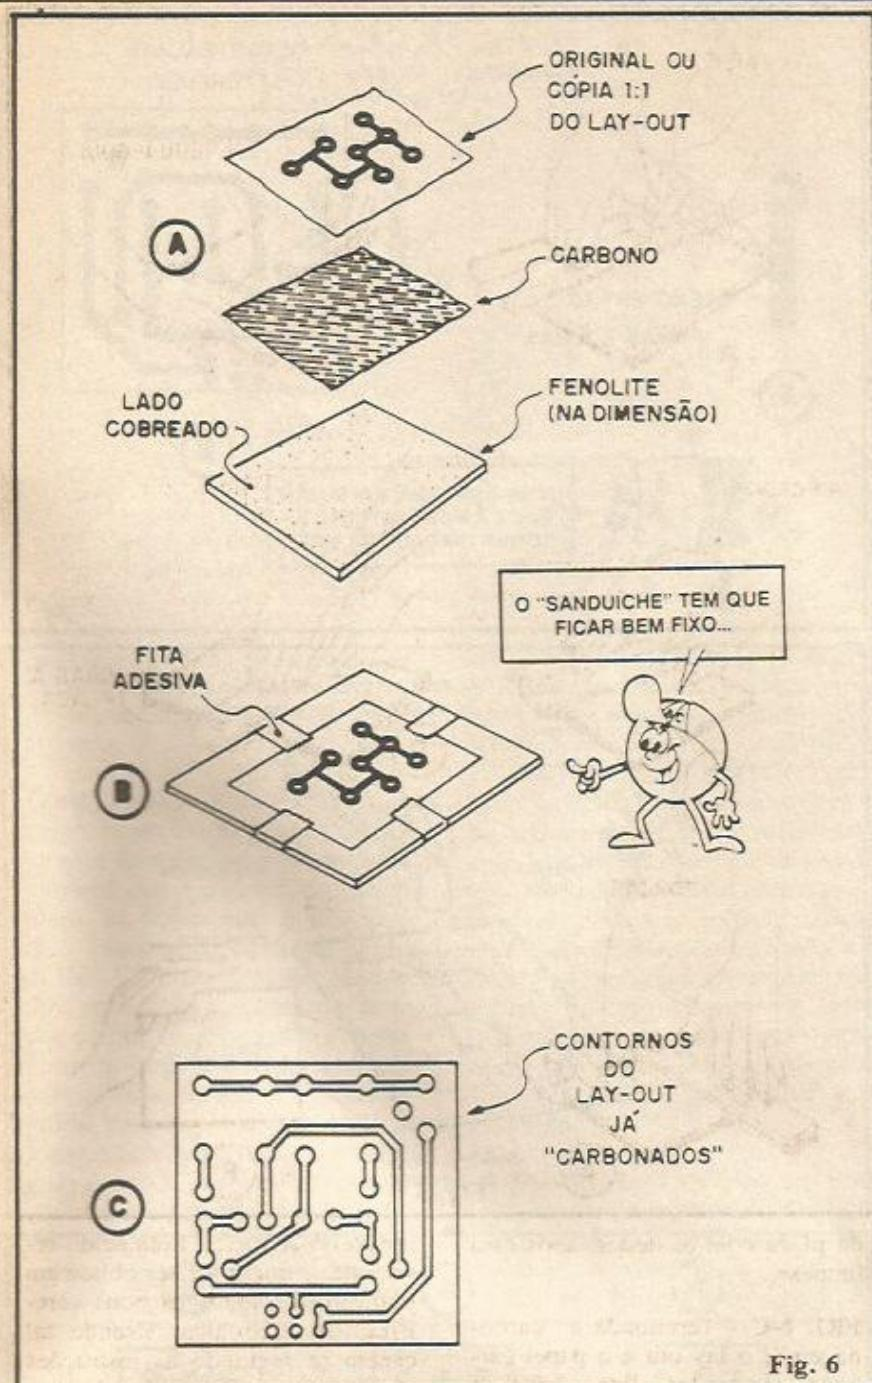

Fig. 6
- FIG. 6-A - Um dos métodos mais práticos e fáceis de "transferir" o lay out (conforme publicado em ABC ou outra fonte...) para a placa... Pode ser usado o original (recortado da Revista) ou, para quem não quer estragar seu exemplar, providenciado uma cópia xerográfica do padrão. Com um pedaço de papel carbono intercalado, o lay out deve ser bem fixado à face cobreada da placa...
- FIG. 6-B - Para que o conjunto não "ande", pedacinhos de fita adesiva devem ser aplicados (ou nos quatro cantos, ou nas quatro laterais do lay out), prendendo o "sandusche". Em seguida, com uma caneta esferográfica, ou lápis de ponta bem afinada, os contornos de todas as ilhas e pistas deve ser demarcado, "seguindo-se" o desenho original com precisão... Se, durante essa operação, o "sandusche andar", reinicie tudo, desmanchando o dito "sandusche", limpando a placa e refazendo o conjunto...
- FIG. 6-C - Terminada a "carbonagem", o lay out e o papel carbono removidos, fica visível o contorno das ilhas e pistas de todo o padrão. Se algum ponto ou segmento não ficou muito nítido, observar bem o lay out e recompor, com lápis, o eventual traço ou contorno faltante. Conferir BEM todos os padrões, para ver se não houve nenhum esquecimento...
regáveis) contendo tinta ácido-resistente, e que pode ser obtida em praticamente todos os bons varejistas de Eletrônica. Usando tal caneta (e seguindo as instruções que a acompanham...) os contornos de ilhas e pistas (fig. 6-C) devem ser preenchidos cuidadosamente. Depois de todos os contornos estarem devidamente "cheios" pela tinta (ela seca rapidamente), nova conferência deve ser feita, ilha por ilha, pista por pista, na verificação de lapsos ou excessos que eventualmente tenham ocorrido. Se "faltou" tinta em algum ponto, basta "retraçar" ou novamente preencher o dito ponto, com a caneta especial... Já se "sobrou" tinta (borrou o dese-